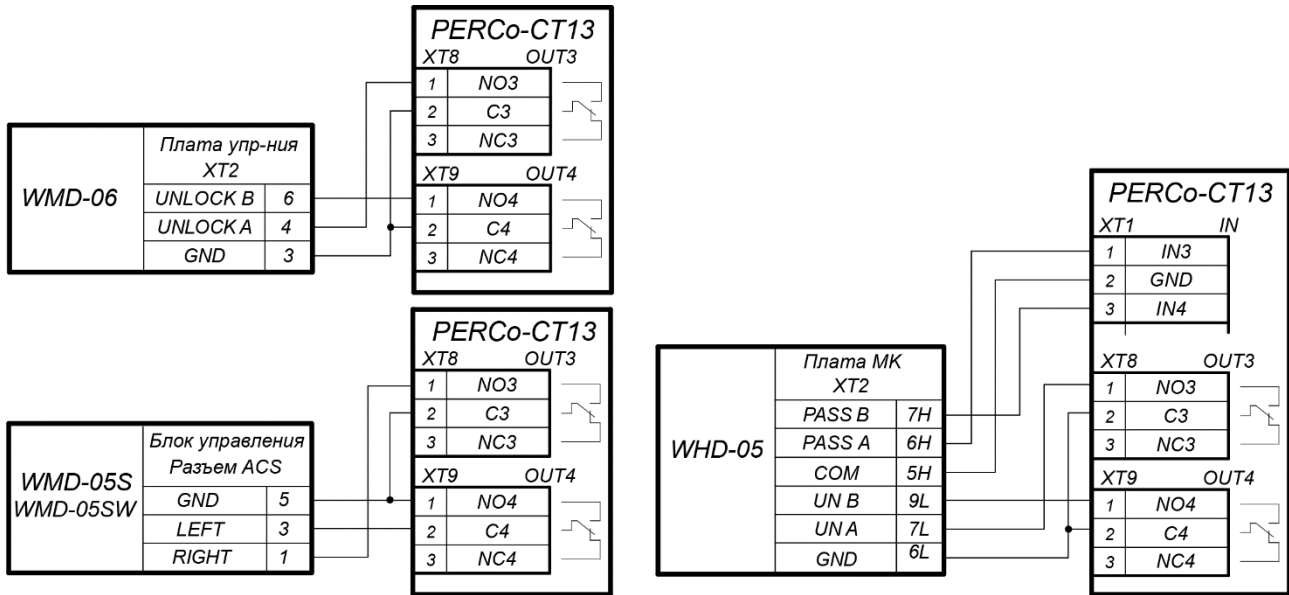

Рисунок 17. Схемы подключений калиток
2. Дополнительный турникет или калитка (ИУ №2) подключается к клеммным колодкам **XT1**, **XT8**, **XT9** нижней платы контроллера в соответствии со схемой для данного типа изделия (см. рис. 17, 16).